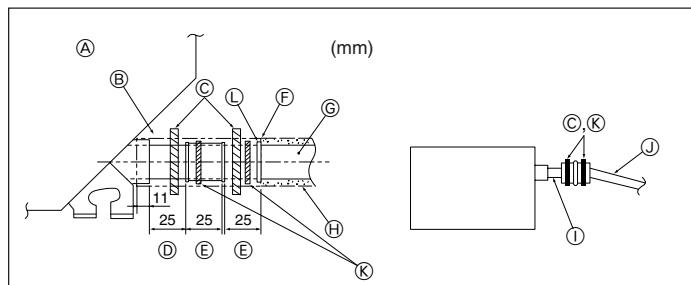

Fig. 3-5
- ⑨ TUBO IN PVC (diam. est. ø32)
- ⑩ Deve essere il più grande possibile
- ⑪ Sezione interna
- ⑫ Utilizzare tubi di grandi dimensioni in presenza di tubazioni raggruppate.
- ⑬ Inclinazione (almeno 1/100)
- ⑭ TUBO IN PVC (diam. est. ø38) per tubazioni raggruppate. (materiale isolante di almeno 9 mm)
- ⑮ Fino a 85 cm
1. Collegare il manicotto di drenaggio (fornito con l'unità) all'apertura di drenaggio. (Fig. 3-5)